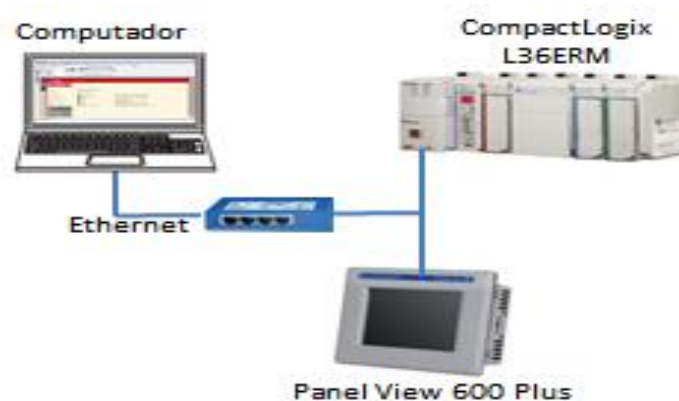

Figura 1: Conexiones de equipos
1. Inicialmente el panel de botones del Demo “Arquitectura Integrada” de Rockwell Automation se muestra como la figura 1 de esta Práctica, y la pantalla del HMI se muestra como la figura 29.
1. Agregar el driver de Ethernet en RSLinx Classic para realizar la identificación de los equipos conectados a la red como se muestra en la Figura 1.